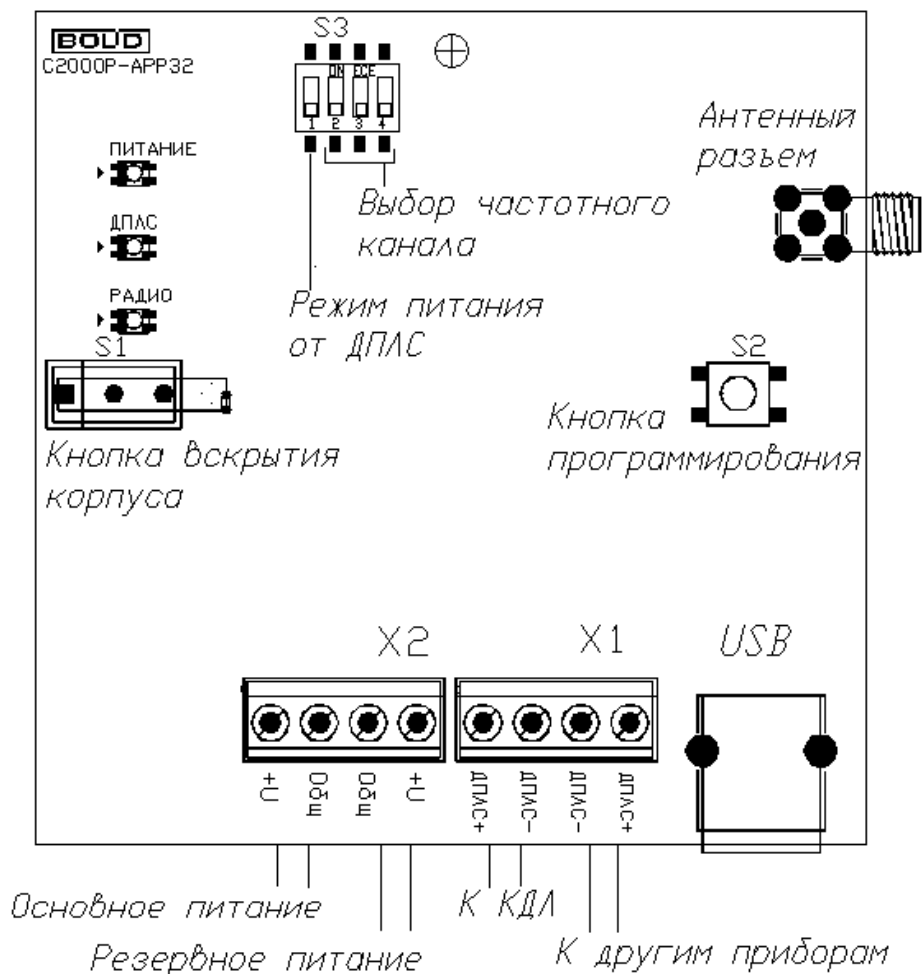

Рисунок 4.1 «С2000P-APP32»
Существует два режима питания АРР32, выбор режима осуществляется при помощи переключателя S3.1 (см. Рисунок 4.1).
В режиме питания от внешних источников, подключаемых к клеммам Х2 (см. Рисунок 4.1), при штатной работе системы отсутствует потребление из сети ДПЛС. В данном режиме АРР32 контролирует напряжение внешних источников питания, которое должно находиться в диапазоне от 9 до 28 В.
APP32 имеет три двухцветных светодиодных индикатора (см. Рисунок 4.1):
2. Подключите антенну, входящую в состав прибора, к антенному РЧ разъему на плате (см.Рисунок 4.1);
Выбор РЧ канала осуществляется вручную посредством переключателей S3.2—S3.4 (см. Рисунок 4.1), либо в автоматическом режиме. После выбора канала APP32 и все подключённые к нему РУ переходят на выбранный канал в течение трёх периодов опроса.
Процедура запускается посредством комбинации нажатий кнопки программирования **S2** (см. Рисунок 4.1) «**двойное короткое – длинное**». Процедура анализа занимает 4 минуты, при этом подаётся световая индикация: светодиоды «Питание» и «ДПЛС» выключены, «Радио» поочерёдно мигает зелёным и жёлтым с частотой 4 раза в секунду.
- Установите переключатели S3.2, S3.3 и S3.4 (см. Рисунок 4.1) в положение «On».